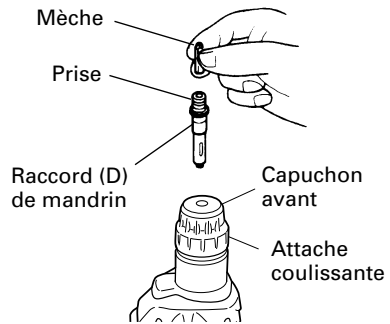

Fig. 11
- (2) L'élément de la tige SDS est identique au foret de perçage. Se reporter à "Montage du foret de perçage" pour le fixer.
4. Lors du vissage des vis machine (Fig. 11)
5. Enfoncement de vis à bois (Fig. 11)